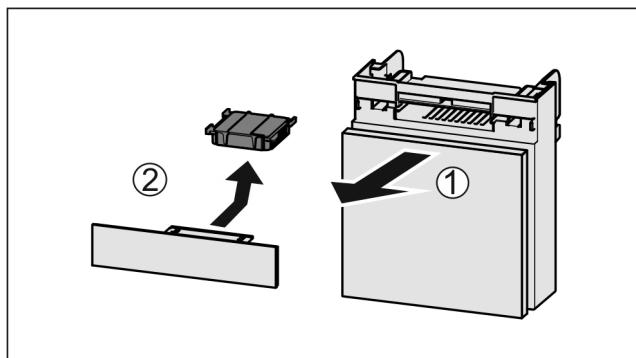

Fig. 62
- ▶ Вытянуть Fig. 62 (1) отделение движением вперед.
- ▶ Извлечение Fig. 62 (2) фильтра с активированным углем.